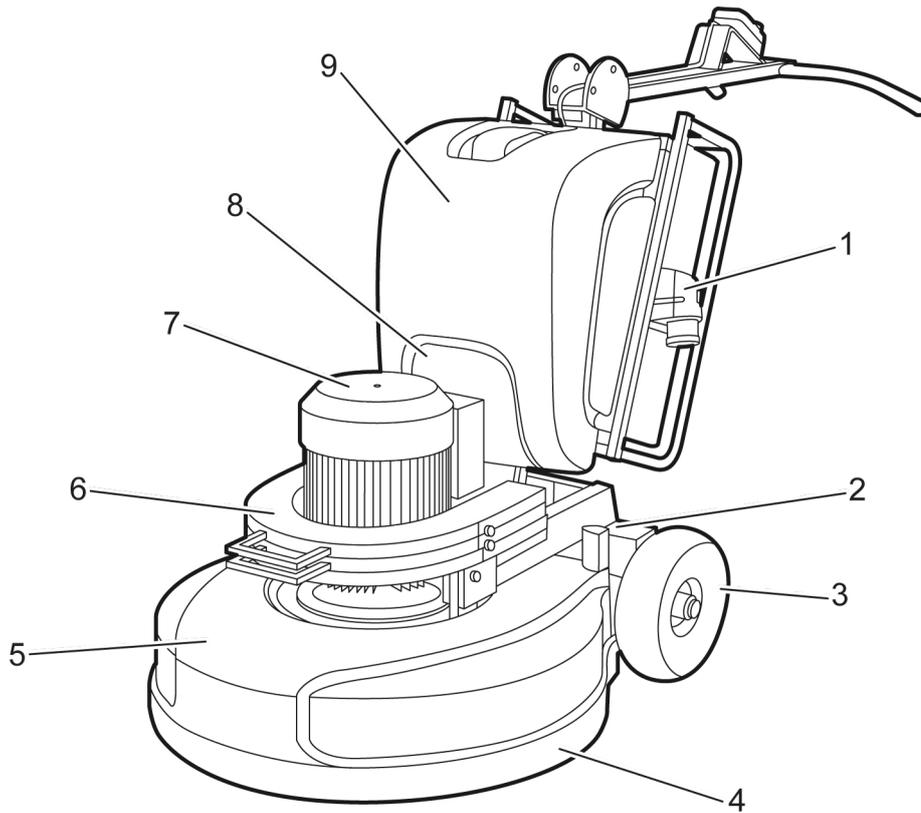
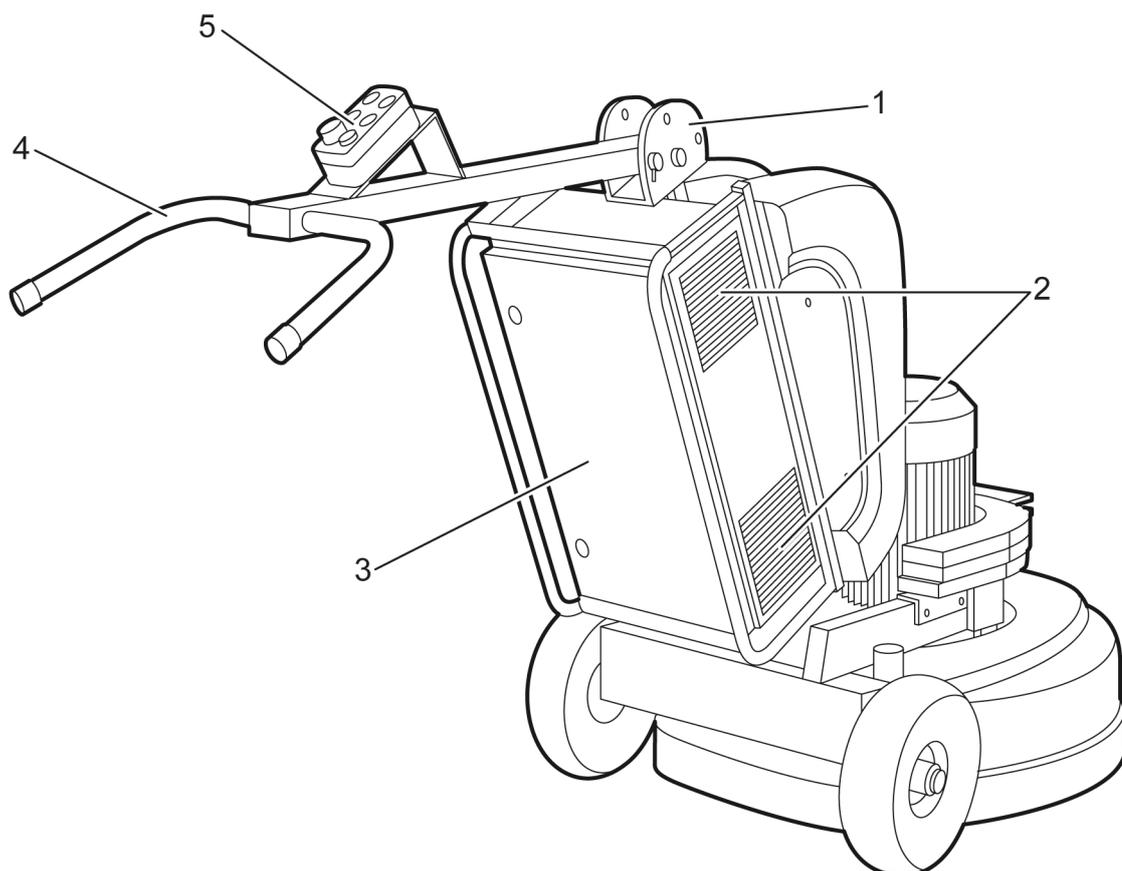

Figure 3-1. Partie avant de la machine.
Figure 3-2. Partie arrière de la machine
Pour les caractéristiques des principaux composants de la machine, voir *Figure 3-1, page 9* et *Figure 3-2, page 10*. Des poids amovibles permettent de lester la machine et de modifier la pression de ponçage, ce qui en fait un outil de travail hautement polyvalent.
5. **RESET** -Réinitialisation de l'électronique : En cas de défaillance de la machine, on peut la réinitialiser en enfonçant le bouton pendant deux secondes. Si un code de panne a été généré, celui-ci apparaît sur le convertisseur de fréquence qui se trouve dans l'armoire électrique, voir Figure 3-2, page 10. Pour les codes de panne, voir Codes de panne, page 25.
À l'aide de la poignée réglable, réglez la hauteur de travail. Pour débloquer la poignée, retirez la goupille du verrou, voir *Figure 3-2, page 10*. Réglez la position de la poignée puis bloquez-la en remettant la goupille.